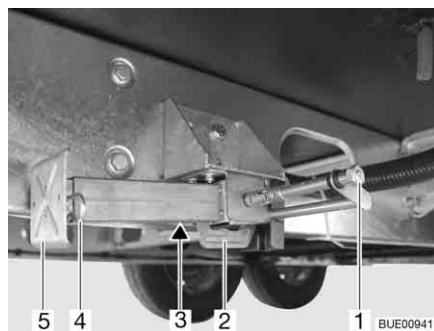

Bild 28 Hubstütze
- Am Sechskant (Bild 28,1) den Steckschlüssel aufstecken und drehen, bis die Hubstütze senkrecht nach unten steht.
- Wenn die Länge der Hubstütze verstellbar ist, den Splint (Bild 28,4) aus der Stützfußverlängerung (Bild 28,5) herausziehen.
- Am Sechskant (Bild 28,1) den Steckschlüssel aufstecken und drehen, bis die Hubstütze wieder vom Boden frei ist.
- Stützfußverlängerung (Bild 28,5) ganz einschieben und Splint (Bild 28,4) in die vorgesehene Bohrung an der Stützfußverlängerung stecken.
- Am Sechskant (Bild 28,1) drehen, bis die Hubstütze nach oben geschwenkt ist und die Führung (Bild 28,2) ganz am Ende des Schlitzes (Bild 28,3) ansteht.